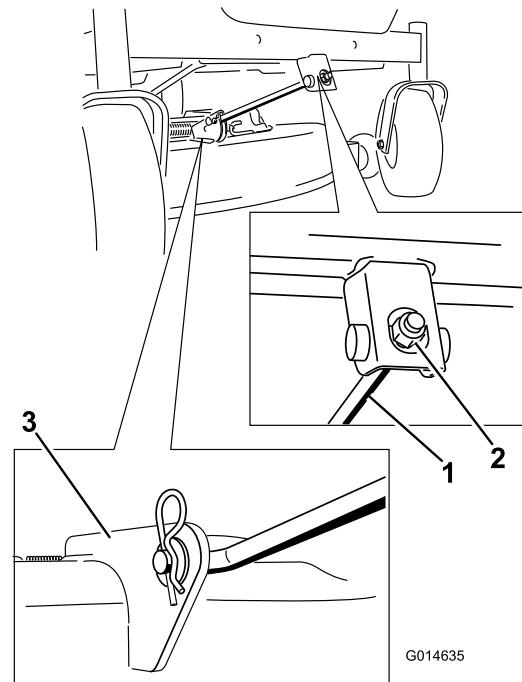

Figura 61
4. Retire el pasador de horquilla de la varilla de soporte delantera y retire la varilla del soporte de la carcasa (Figura 61).
6. Conecte la varilla de soporte delantera a la carcasa de corte con el pasador y la chaveta (Figura 61).